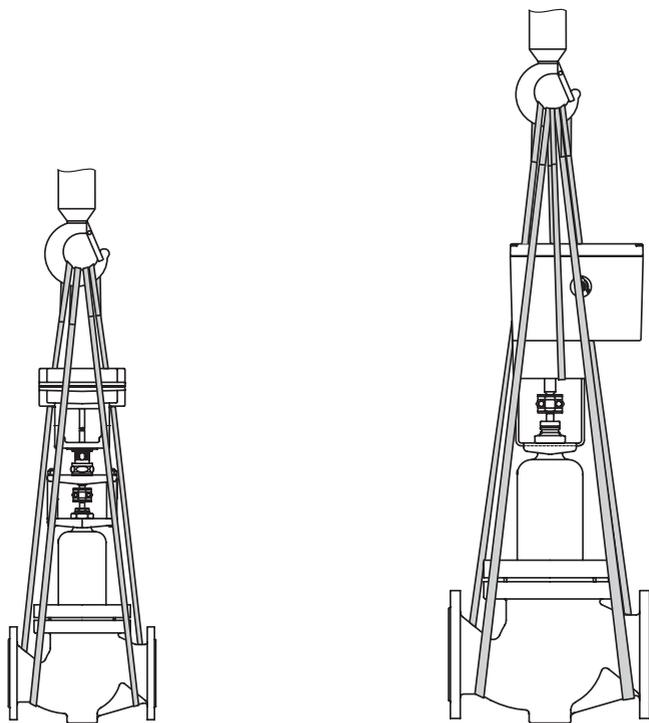

Рис. 4-1: Такелажные узлы на регулирующем клапане
- Используйте крюк с предохранительной защелкой (см. Рис. 4-1) для фиксации строп от соскальзывания с крюка при подъёме и транспортировке.
1. Прикрепите по одной стропе к каждому фланцу корпуса и к такелажному оборудованию (например, крюку) крана или вилочного погрузчика (см. Рис. 4-1).